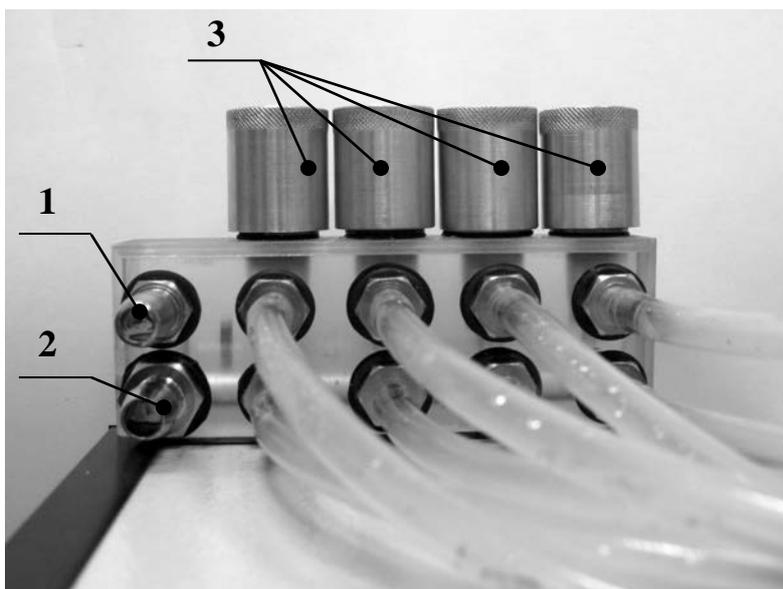

Рис. 5
- 6.5. Соединить коллектор (Рис. 5) с помощью шлангов через штуцер 1 с выходом криостата, а через штуцер 2 со входом криостата.